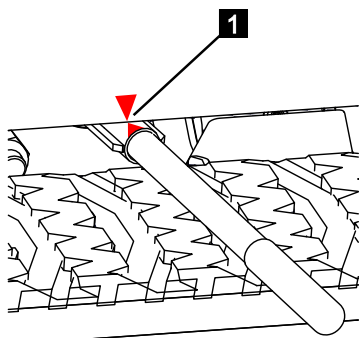

Abb. 100
9. Sicherstellen, dass die Verriegelung ordnungsgemäß eingerastet ist. Dazu muss sich der Handpumpenhebel soweit zurückgestellt haben, dass die beiden Pfeile (Abb.100/1) übereinanderstehen.